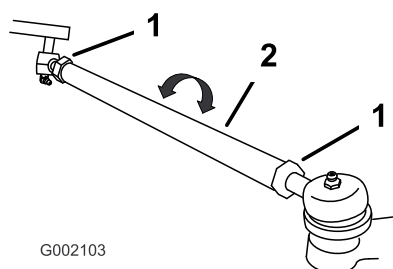

図 40
4. 前後の測定値の差が所定範囲 (0~6 mm) にならない場合は、タイロッド両端のジャムナットをゆるめて調整を行う (図 40)。